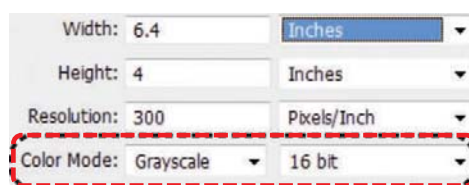

Fig. 11. Modul de vizualizare „grayscale”
- Pentru a începe, se deschide programul Adobe Photoshop→FILE→NEW→MODE: GRAYSCALE (fig. 11).